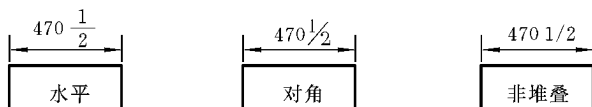

图 6.20 “分数格式”的三个选项示例
(1) 在“线性标注”框架中,可设置线性标注时的单位格式、精度、小数分隔符等属性。常用选项解释如下。
① 单位格式:下拉列表中选择长度单位类型。默认“小数”,即十进制数。
② 精度:反映尺寸数字的小数点位数。
③ 分数格式:在“单位格式”下拉列表中选择“分数”类型后,该下拉列表有三个选项,分别为水平、对角、非堆叠,如图 6.20 从左到右分别示出。